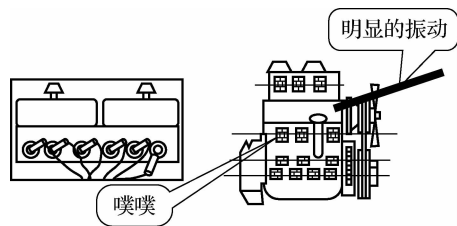

图 3-11 活塞环碰撞气缸凸肩响的诊断
② 若活塞环碰撞气缸凸肩响, 会发出“噗噗”的声响, 断火后没有变化, 则用试棒触在缸盖上, 有明显的振动, 其诊断如图 3-11 所示。
③ 发动机冷车起动时, 发出“嘣嘣”声响。在机油加注口处可见蓝烟冒出, 其频率与声频吻合。断火后, 响声消失, 但仍有漏气声, 机油加注口处冒烟减轻, 甚至消失。通过以上现象可以判断为该缸活塞环漏气响。